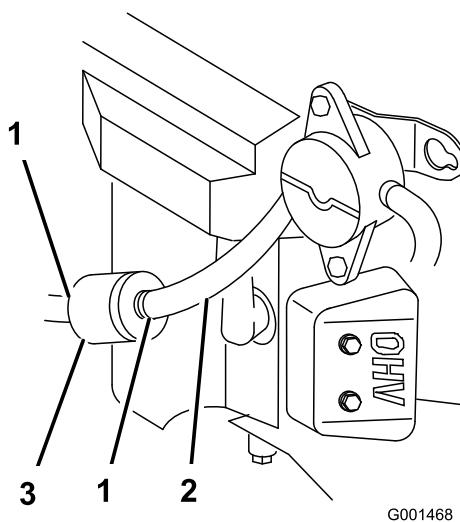

Figura 30
4. Apriete los extremos de las abrazaderas y deslícelas por el tubo alejándolas del filtro (Figura 30).